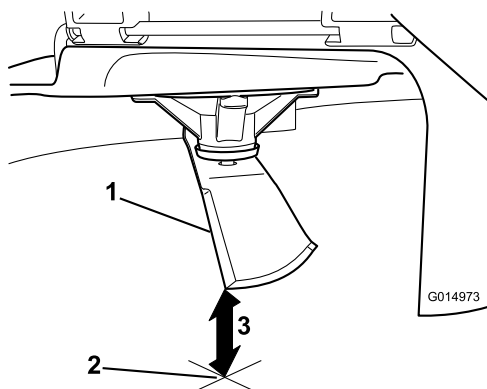

Figura 76
3. Mida desde la punta de la cuchilla hasta la superficie plana (**Figura 76**).